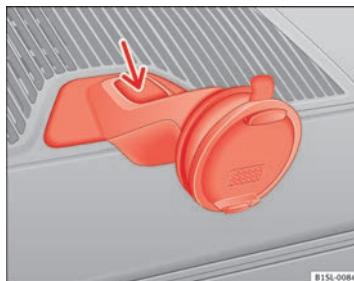

Fig. 128 Desmontagem do alojamento do navegador.
- Pressione o botão de desbloqueio do alojamento ⇒ Fig. 128 (seta).